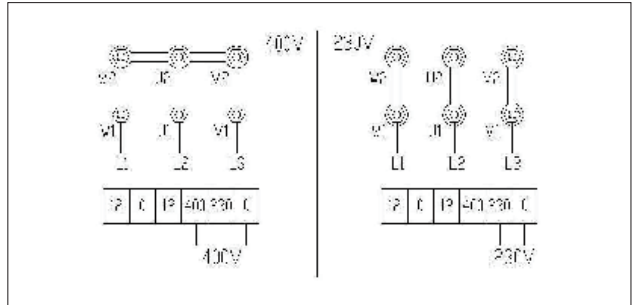

Abbildung 7
- Bei 230V Drei-Phasen-Netzteil soll die Verkabelung von Regeltransformator und Motor eingestellt werden (Abbildung 7)